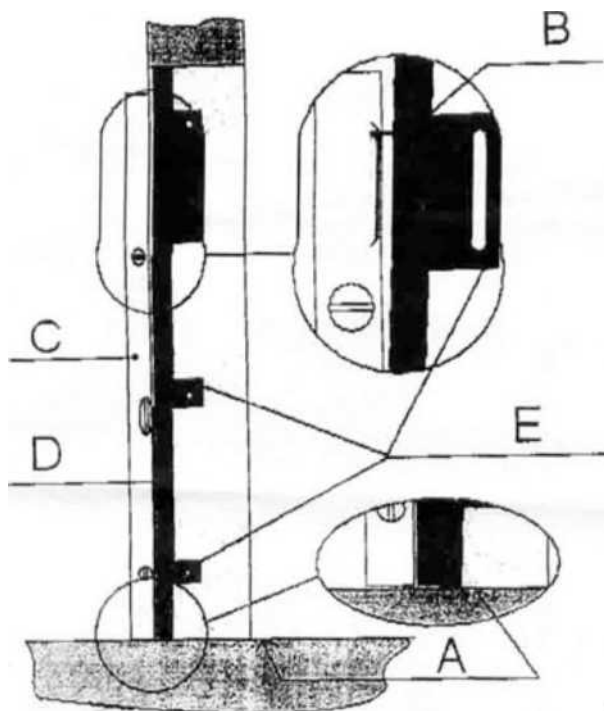

Рисунок 3.
3. Снимите дверное полотно и отставьте к стене, вертикально на мягкие подложки 4. Важно! Дверную коробку, освободив от петель и дверного полотна, вставьте в проем на уровень чистого пола (см. рис. 3/А), заподлицо с плоскостью стены (см. рис.2)
- 5 Далее приложите уровень С к несущей стойке дверной коробки В (см. рис 4). Стойку необходимо установить в уровень. Также приставьте уровень к той же стойке как показано на рисунке 3. Установив стойку в уровень, отклоните верхнюю часть коробки на 3-5 мм. (см. рис. 3/В).